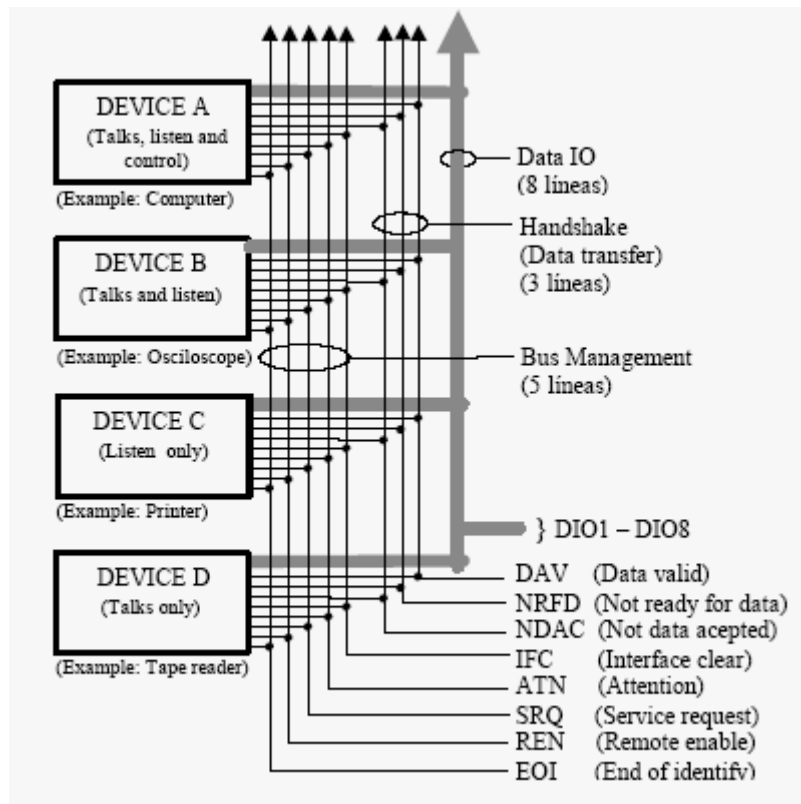

Figura 3.2: Interpretación básica de los comandos en la interfaz.
- Bus de control: Está constituido por 5 líneas (ATN: ATteNtion, IFC: InterFace Clear, SRQ: Service ReQuest, REN: Remote ENable, y EOI: End Or Identify) que se utilizan para transferir comandos entre los equipos relativos al modo de interpretar los datos que se transfieren o comandos básicos de gobierno de la interfaz del bus(figura 3.2).[7]